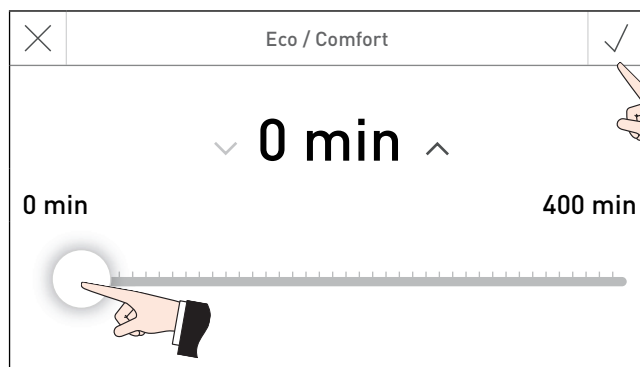
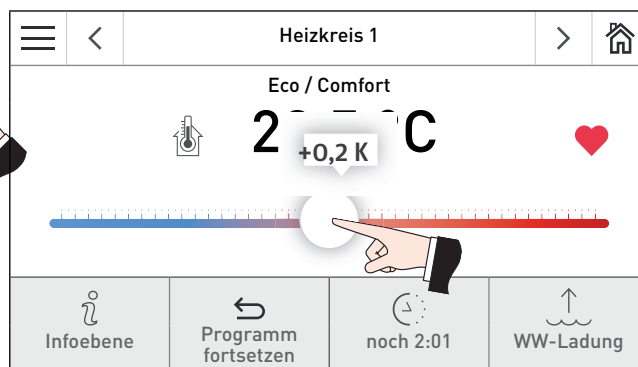

Fig. 6
Fig. 7
Wird auf die Schnell-Auswahltaste Eco / Comfort (8) gedrückt, kann die Dauer (Fig. 6) eingestellt werden. Durch Drücken und Schieben der Slider-Taste (Fig. 7) kann die Temperatur eingestellt werden. Funktionsbeschreibung siehe Pkt. 2.5.4.